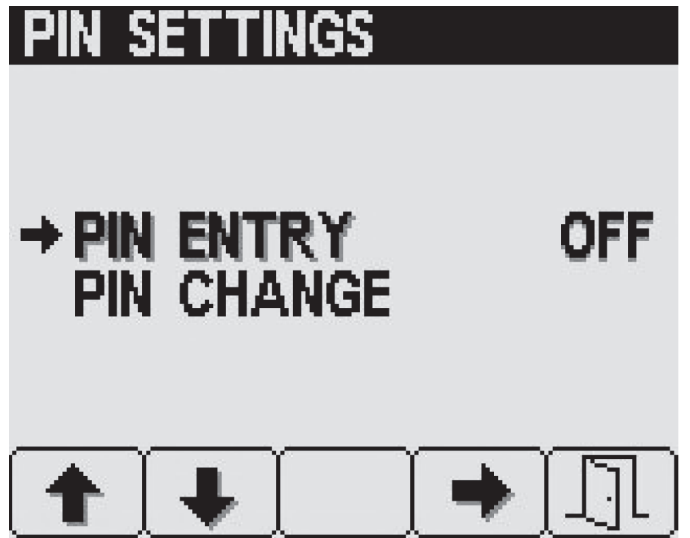

Figura 25
- Prima os botões 1 ou 2 para selecionar a opção INTRODUÇÃO DO PIN (Figura 25).
- Prima o botão 4 para ATIVAR ou DESATIVAR o requisito de PIN (Figura 25).